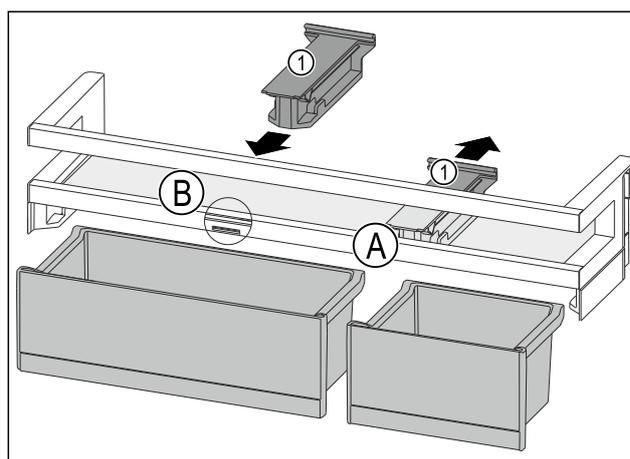

Fig. 114
- ▶ Retirer la pièce de retenue Fig. 114 (1) en position Fig. 114 (A) vers l'arrière.
- ▶ Mettre la pièce de retenue Fig. 114 (1) en position Fig. 114 (B).